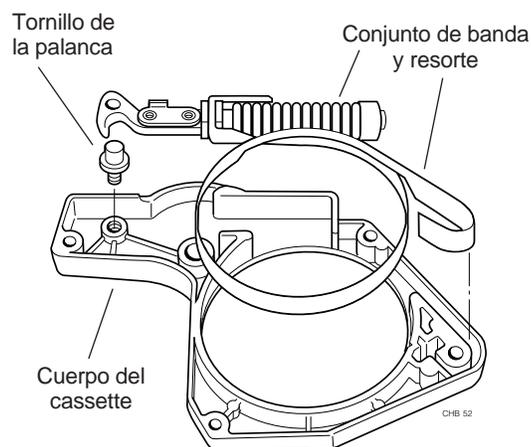

Figura 10.15 Extracción de la banda y el resorte
Paso 4. Extraiga el tornillo de 5 mm instalado durante el paso 1 y levante la banda y el conjunto del resorte de la caja de la cadena del freno (figura 10.15)